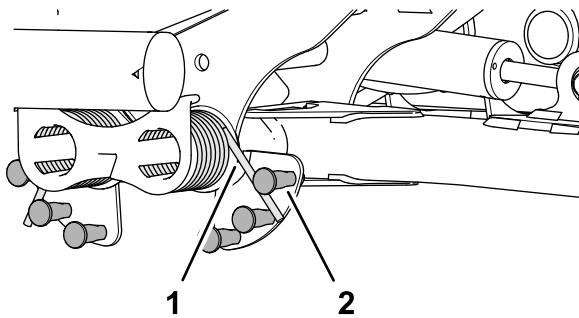

Figure 91
2. Insérez la longue extrémité du ressort de compensation dans un tube ou un objet similaire, et faites pivoter le ressort autour du goujon à épaulement jusqu'à la position voulue (Figure 91).